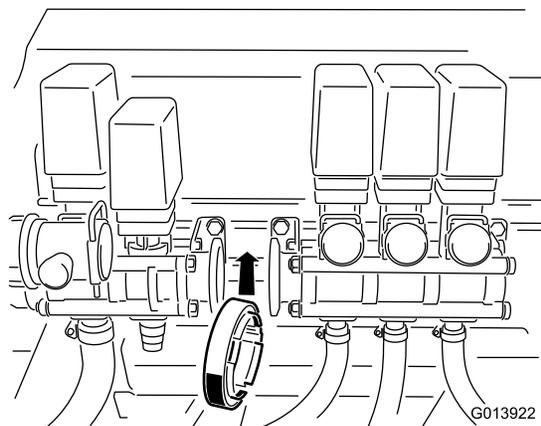

Figure 8
20. Repoussez l'ensemble vannes de rampe vers la nouvelle vanne d'éjection jusqu'à ce que les deux adaptateurs soient de niveau avec le joint intermédiaire (Figure 8).